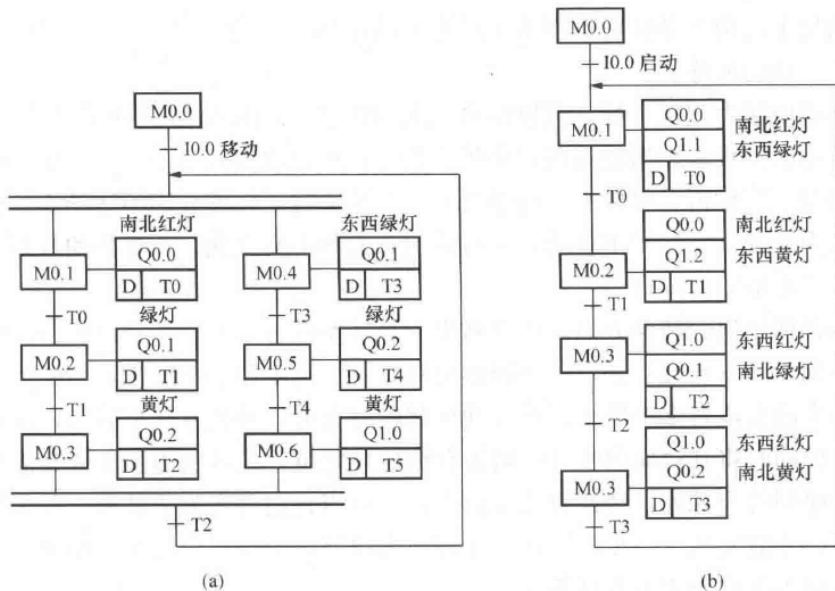

图 3-18 十字路口交通灯顺序功能图
(1) 如上所述，南北方向红灯、绿灯与黄灯依次亮时，东西方向则为绿灯、黄灯和红灯亮，且南北和东西方向同时交替闪亮，同时进行，所以可以用并行序列表示，如图 3-18 (a) 所示。
(2) 我们知道当南北方向红灯亮时，正好为东西方向绿灯与黄灯亮，同样，当东西方向转为红灯亮时，正好为南北方向绿灯和黄灯亮，如果暂时不考虑两个
方向的红灯，则东西方向绿灯亮过，是黄灯亮，之后为南北方向的绿灯，之后为南北的黄灯，如此循环，这样，确定系统的主干步为 4 步，之后将两个方向的红灯在相应的步中体现即可。如图 3-18 (b) 所示为另一种十字路口交通灯的顺序功能图。